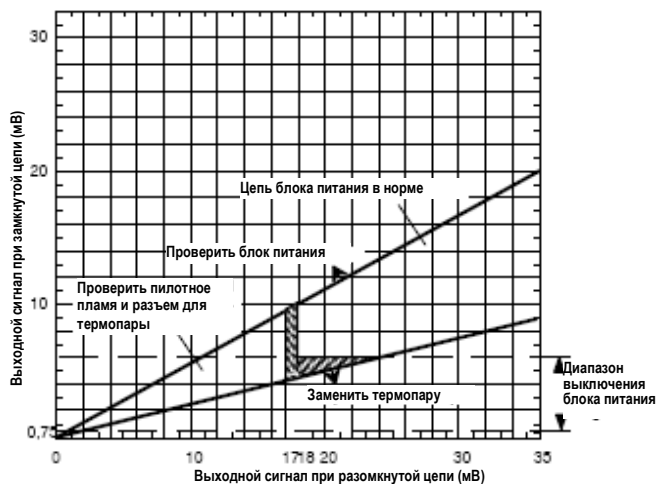
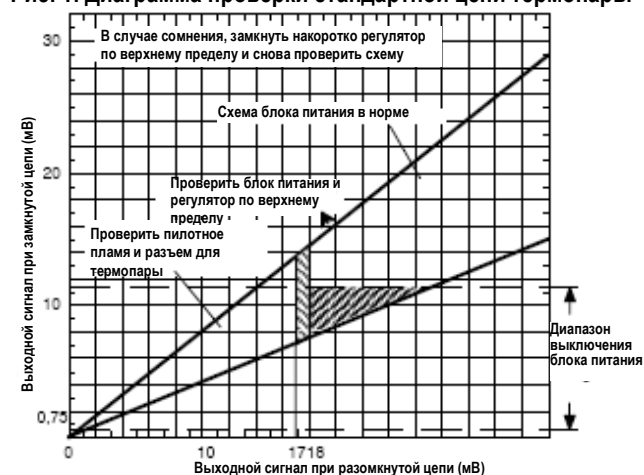

Рис. 1. Диаграмма проверки стандартной цепи термопары
Рис. 2. Диаграмма проверки цепи термопары с регулятором по верхнему пределу.
- Проверьте работу схемы блока питания с помощью диаграмм, приведенных на рис. 1 и 2. Используйте рис. 1 для стандартной цепи термопары, а рис. 2 – для цепи с регулятором по верхнему пределу следующим образом: